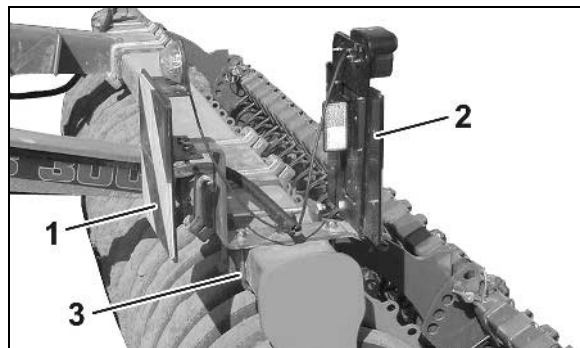

Fig. 15
- o Løsn klembøjlerne, og afmonter belysningen foran (Fig. 15/1) og bagpå (Fig. 15/2).